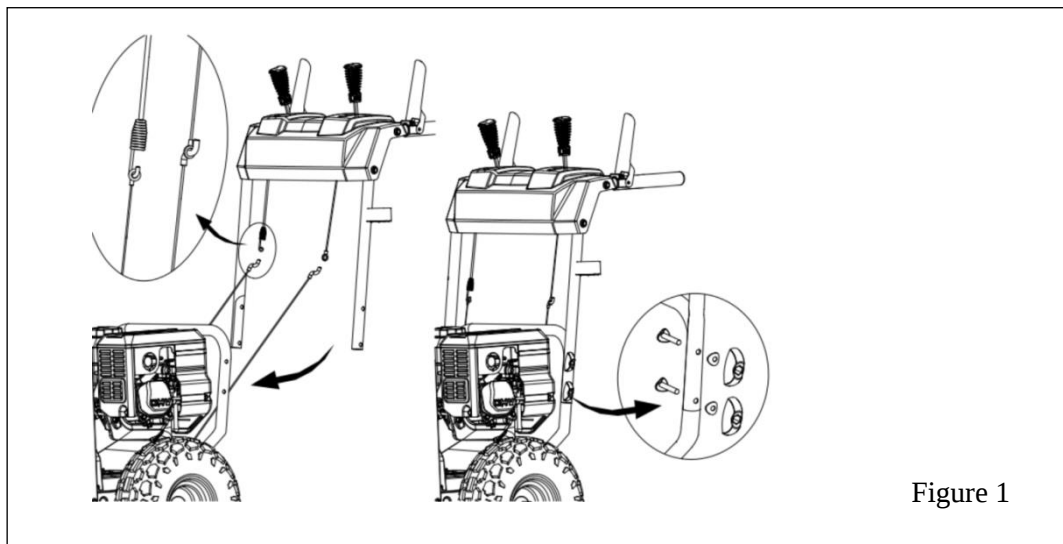

Figure 1
3. Lors de la fixation de la Quincaillerie d'Assemblage, assurez-vous que TOUS les câbles sont placés sous l'Encadrement de Poignées (Supérieure & Inférieure) après l'installation, comme l'indication sur la Figure 1. TRÈS IMPORTANT !!! ***
5. Vérifiez que la connexion est précise pour les Câbles d'Entraînement / de Tarière Supérieurs et Inférieurs. (Regarder la figure 1)